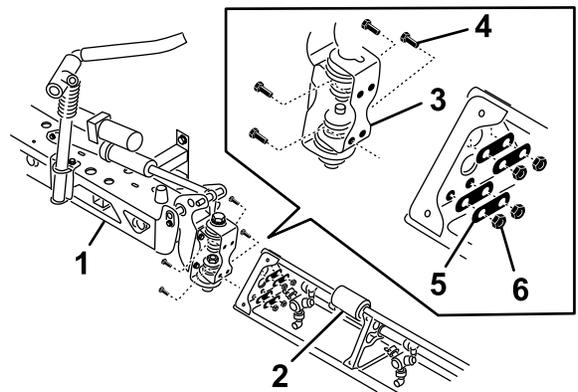

Figura 30
7. Instale a rampa da extensão na rampa central na chapa de dobradiça utilizando quatro parafusos, quatro anilhas e as quatro porcas retiradas no passo 6 conforme ilustrado em Figura 30.